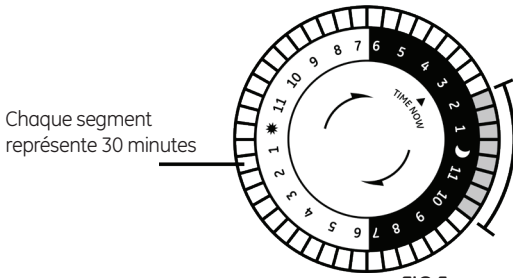

FIG 5
- Les segments situés autour du bord extérieur du cadran de la minuterie représentent chacun 30 minutes et peuvent être réglés en les enfonçant au moyen de votre doigt ou avec la pointe d'un crayon. Ils peuvent facilement être remis à leur position initiale manuellement. Position supérieure = OFF, position enfoncée = ON. Ensuite, enfoncez TOUS les segments qui se retrouvent dans cette période [FIG 5].